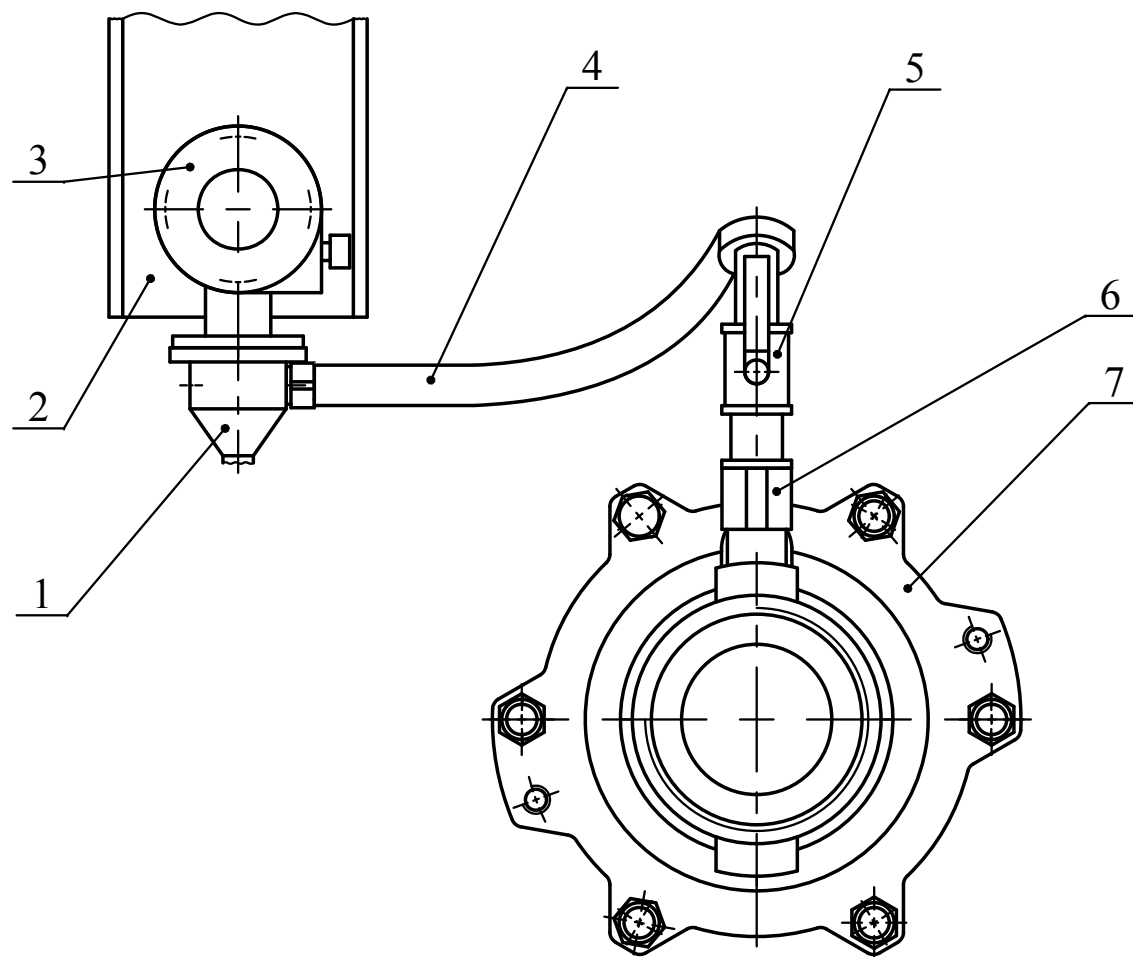

Рисунок3 Схема подключения газоструйного аппарата
- отсоединить шланг 4 (рисунок 3 )
- отсоединить шланг 3 (рисунок 3);